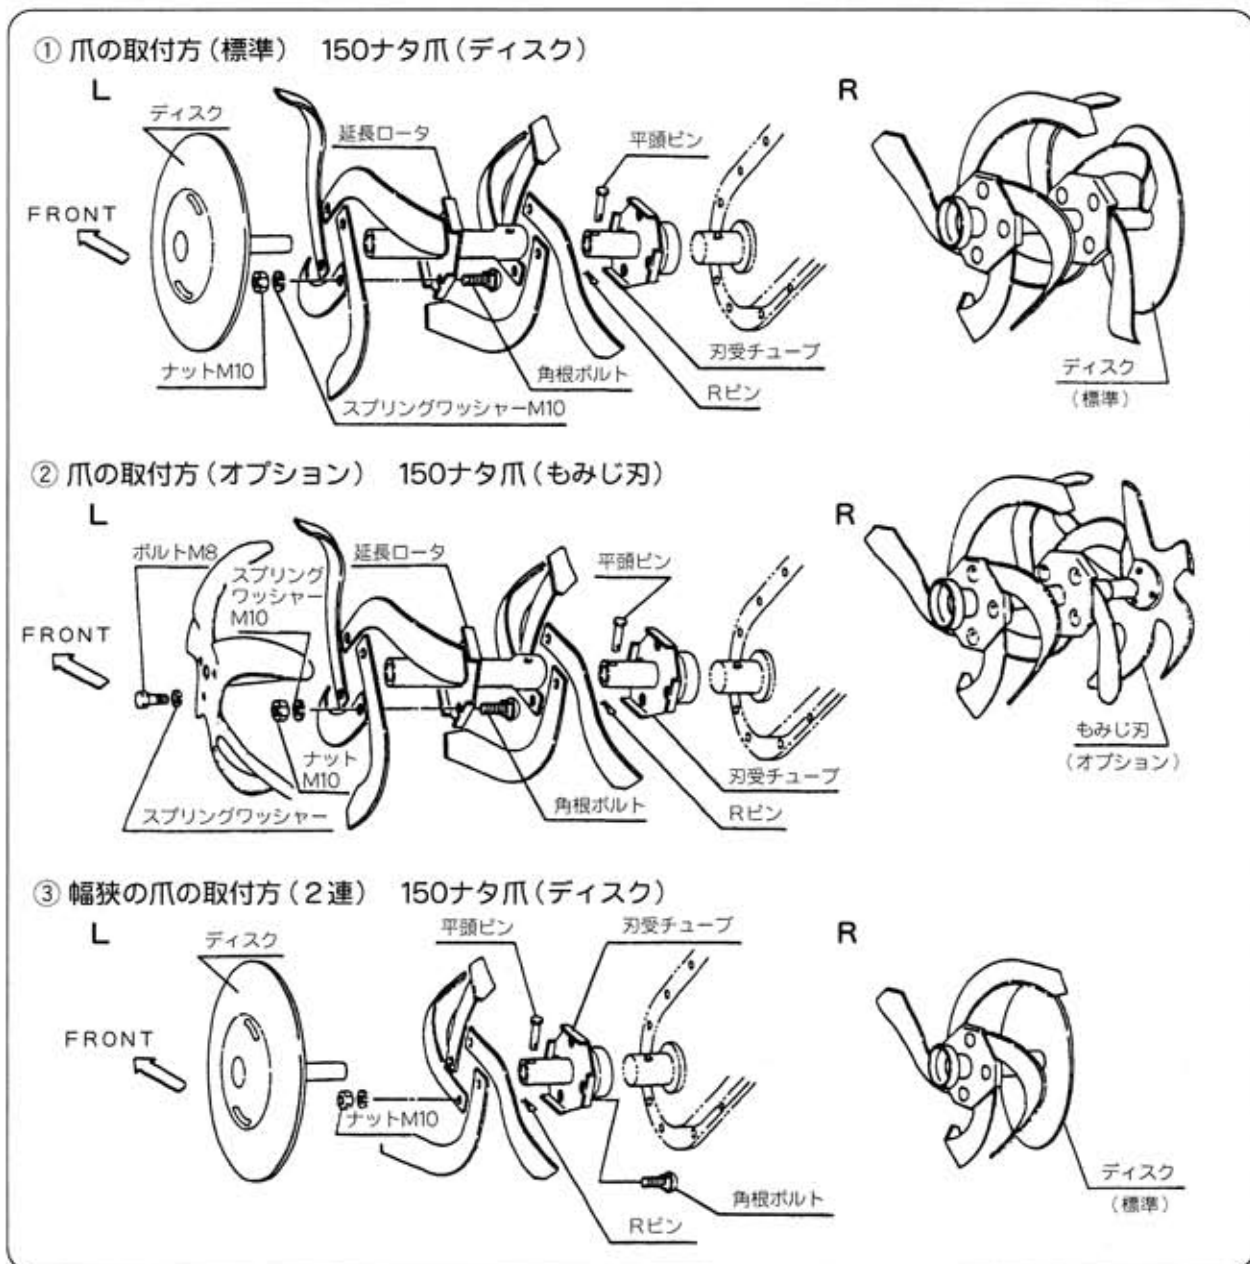

図2
- 爪は向きと回転方向を確認して、上図(図2-①、②)のように取付けてください。
- 作業幅30cmのときには、上図(図2-③)のように取付けてください。